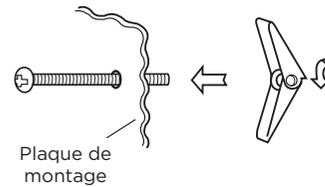

Figure 17
- Utilisez les vis à bois (1) pour fixer la plaque de montage au ou aux montants. Utilisez des boulons à ailettes pour fixer la plaque de montage à travers les trous A, B, C et D ; À MOINS QUE CES TROUS SONT SITUÉS SUR LE MONTANT. Insérez un boulon à ailettes dans A, B, C et D le cas échéant (ceux-ci correspondent aux trous du gabarit mural) et placez les écrous à ailettes sur les boulons à ailettes. Voir la figure 17.